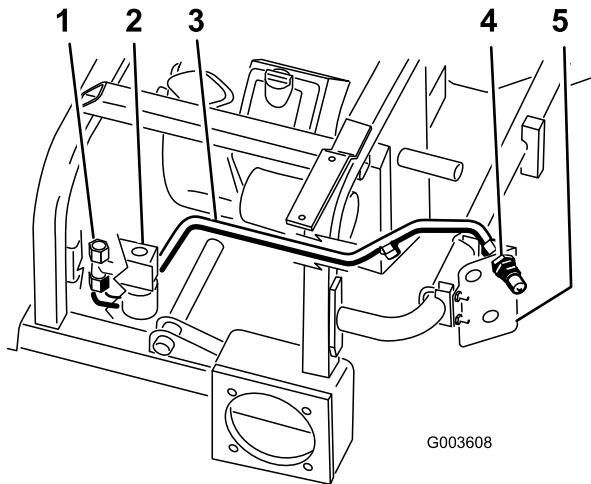

图 14
1. 将 1 号液压管线放入机器如 图 14 所示。
2. 将 1 号液压管线安装到已装配至阀门侧面的三通接头 图 14。
3. 将 1 号液压管线安装到上阳联接器 图 14。